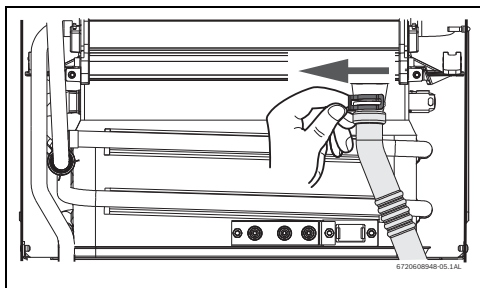

Fig. 31
- ▶ Retirar el clip y soltar la extremidad del tubo de condensados, consultar (Fig. 31).